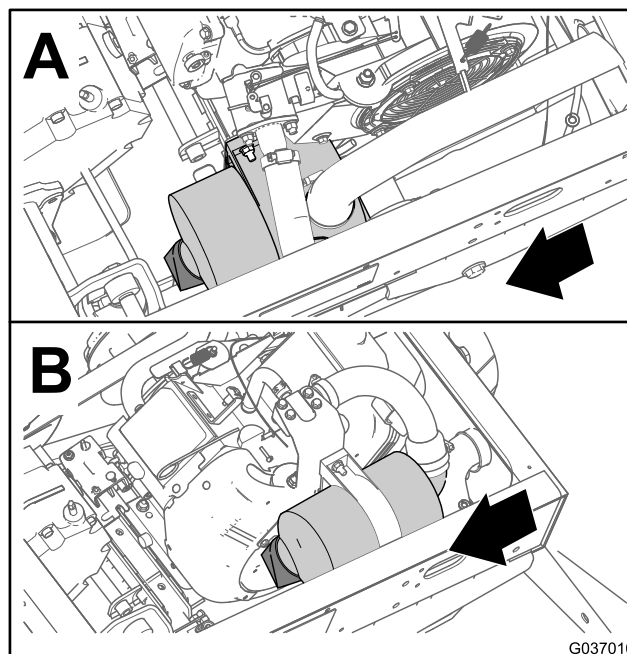
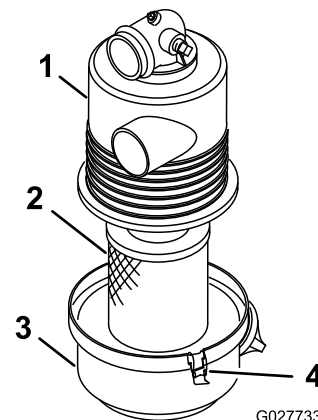

Рисунок 30
Рисунок 31
2. Проверьте корпус воздухоочистителя на отсутствие повреждений, которые могут вызвать утечку воздуха (Рисунок 30 и Рисунок 31).
3. Отпустите фиксаторы, крепящие крышку воздушного фильтра на его корпусе (Рисунок 31).
4. Отделите крышку от корпуса и очистите внутреннюю поверхность крышки воздушного фильтра (Рисунок 31).
3. Вставьте элемент в корпус воздушного фильтра (Рисунок 31).
4. Совместите крышку воздушного фильтра с его корпусом (Рисунок 31).
5. Закрепите крышку на корпусе фиксаторами (Рисунок 31).